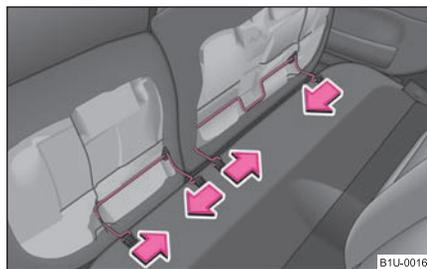

Fig. 67 Sortir les assises des sièges
- Poussez l'étrier en fil de fer dans le sens de la flèche ⇒ fig. 67 et sortez l'assise du support.